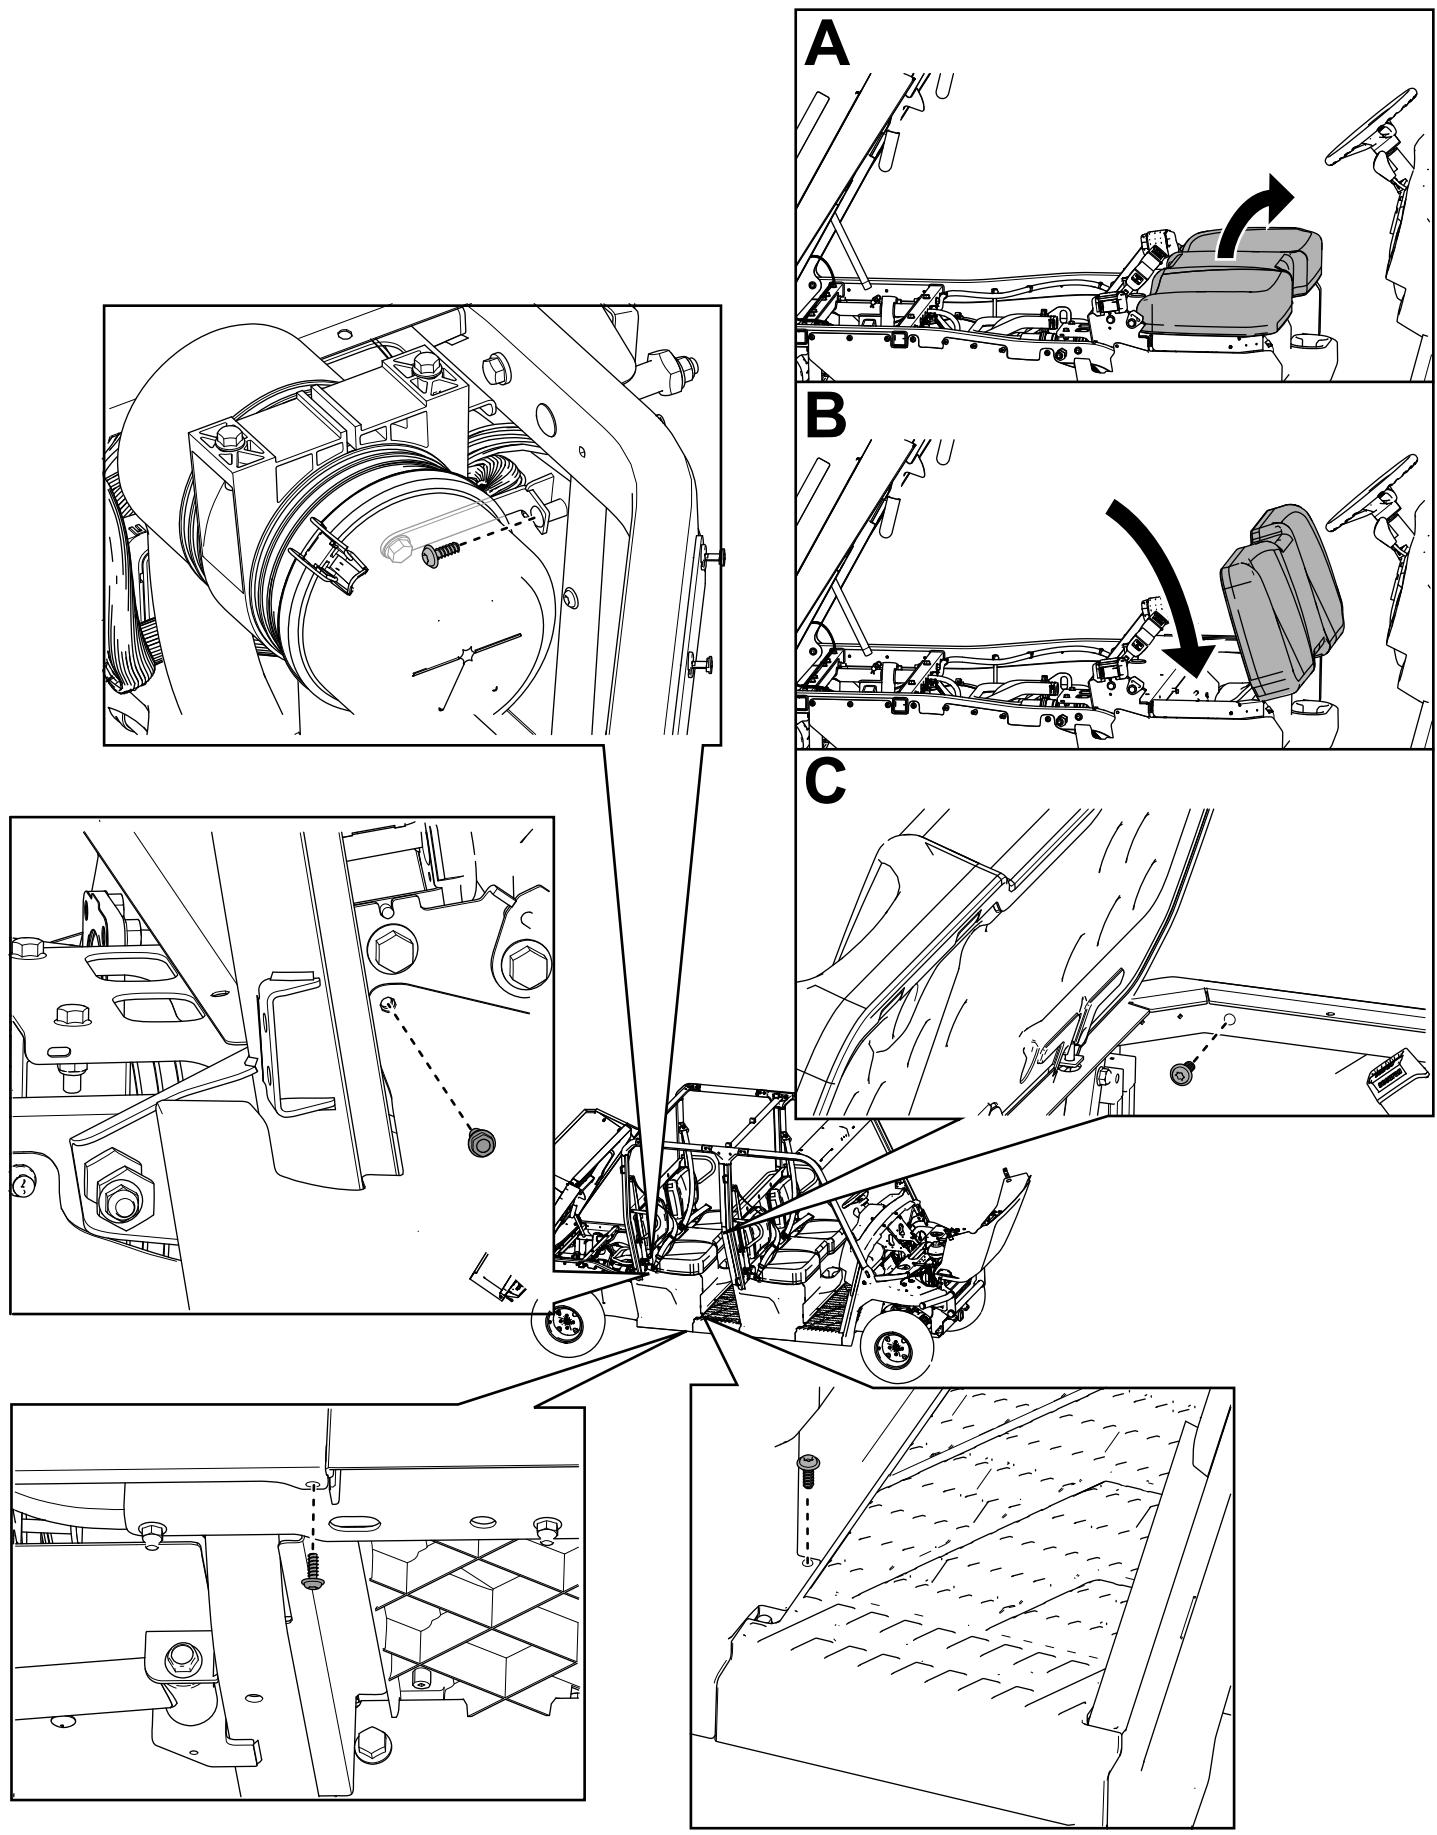

Figure 72
32. Fixez les 2 panneaux droits et et les 2 panneaux gauches de base du siège à l'aide des boulons à tête hexagonale à embase ($\frac{1}{4} \times \frac{3}{4}$ po) retirés précédemment, comme montré à la Figure 72.